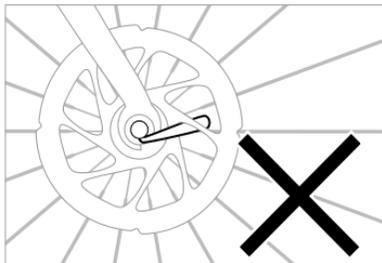

Figura 2.4
2. Aprieta el cierre rápido, comprobando que esté correctamente colocado dentro de las punteras y cerrado. Si el cierre rápido no se cierra correctamente (alineado con el tirante), la maneta puede quedar atrapada en un rotor del freno de disco (Figura 2.4).